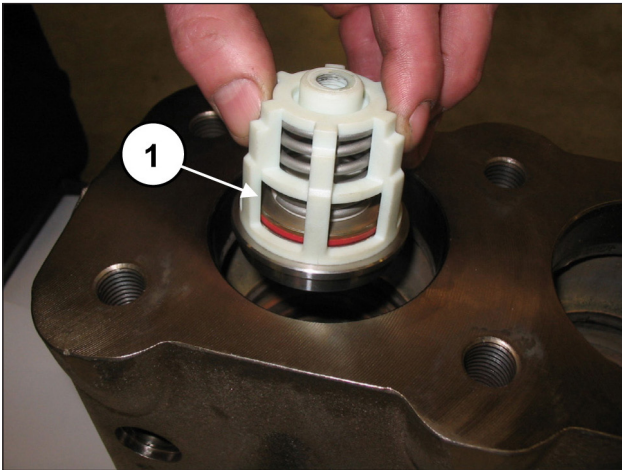
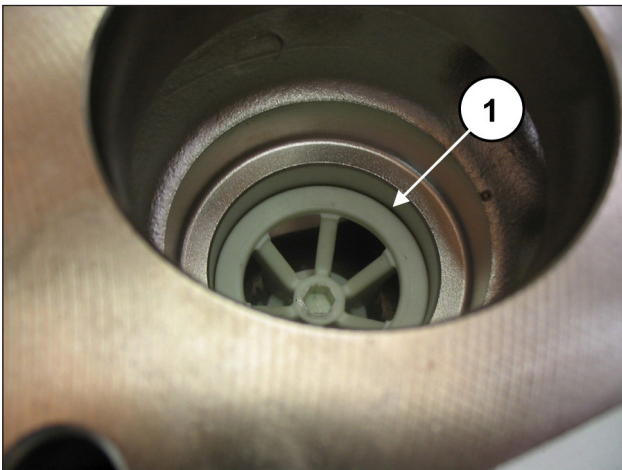

Fig. 94
Fig. 95
Insérer le groupe soupape d'aspiration (rep. ①, Fig. 94) puis l'entretoise (rep. ①, Fig. 95).
Pousser à fond le groupe soupape qui devra se présenter comme suit, rep. ①, Fig. 95.